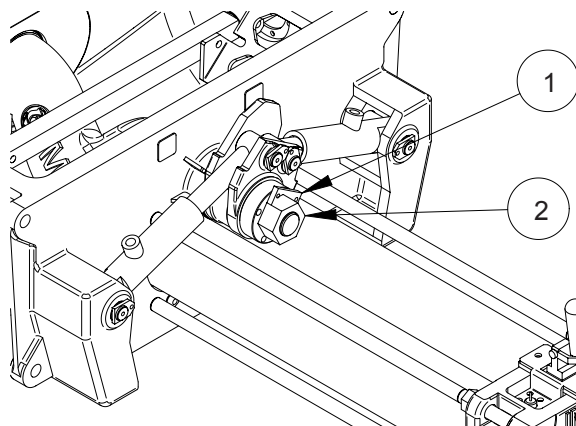

Fig. 30
- Quite el soporte de bloqueo (fig. 30, ref. 1) y enrosque la tuerca de regulación (fig. 30, ref. 2) para recuperar el juego.
- Monte de nuevo el soporte de bloqueo de la tuerca (fig. 30, ref. 1) con los correspondientes tornillos.